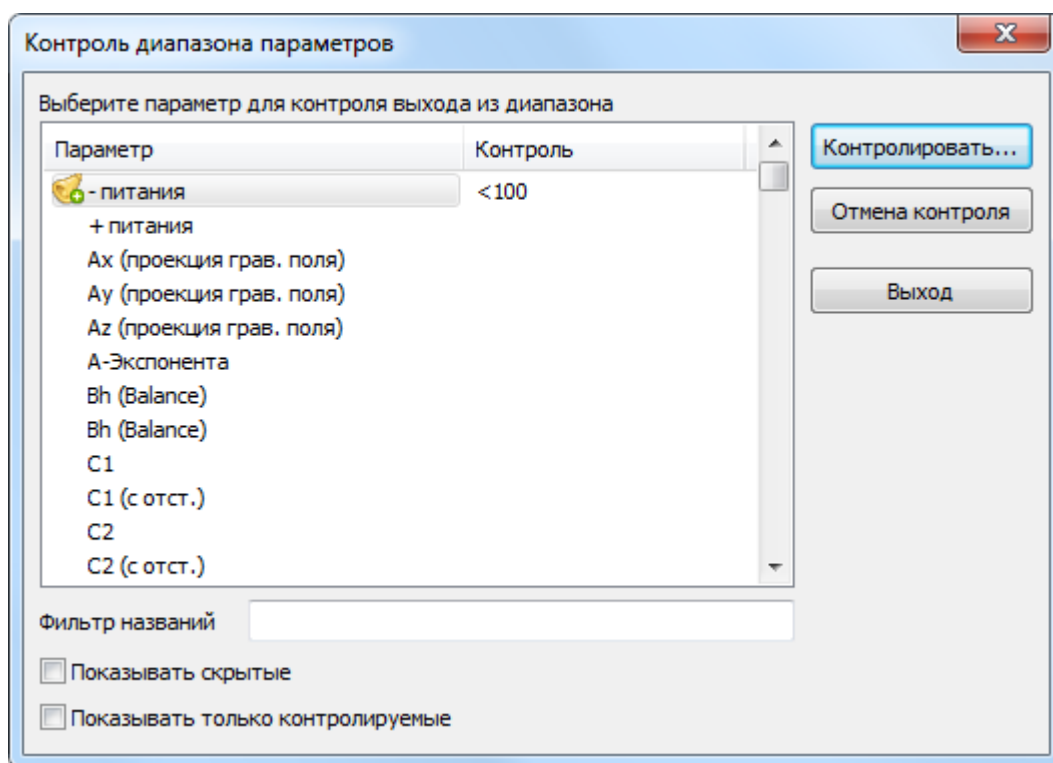

Рисунок 211. Контроль параметров
- Выберите параметр в диалоге "Контроль диапазона параметров" (Рис. 211) и нажмите кнопку **Отмена контроля**.